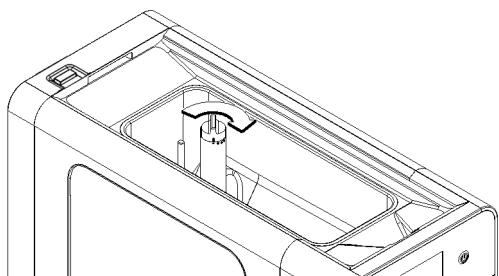

Bild 7
**4** Den oberen Teil des Mischrohrs ganz im Uhrzeigersinn drehen, so dass der Eingang des Präparats in den Zylinder geschlossen wird. (Bild 7)